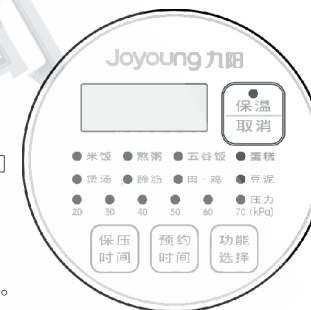

图10
- 1、接通电源，机器“滴”一声长鸣同时屏幕显示“--:--”，表示机器进入待机状态；此时可按下“功能选择”键选择相应的功能，该功能的相应压力指示灯点亮，屏幕同时显示保压时间，相应的功能指示灯开始闪烁，7秒钟后停止，指示灯长亮开始加热。(在此7秒钟内，您可以进行功能切换并进行预约时间设置)。如果想取消先前的烹饪功能，可以按“保温/取消”键予以取消，再重新选择您所需要的烹饪功能。功能键布局如图10所示。